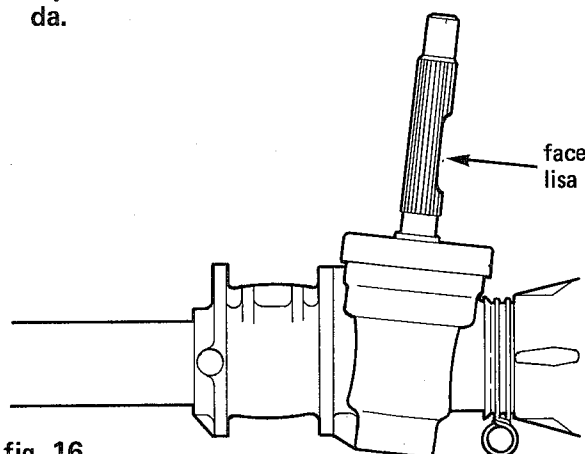

fig. 16
3. Instalar o conjunto do pinhão e rolamento na carcaça, observando que a face lisa do eixo do pinhão forme um ângulo de 90° com a linha de centro da cremalheira, estando a mesma posicionada no centro de seu curso e com a face lisa voltada para o lado direito (fig. 16).